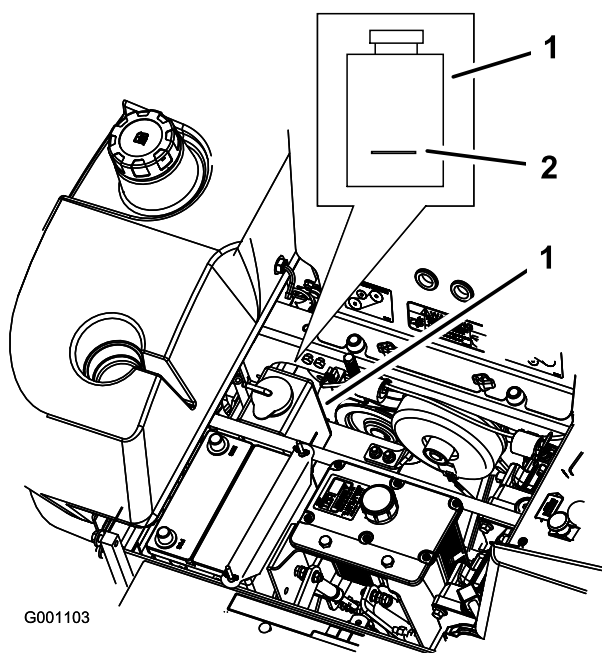

Figura 47
3. A motore freddo, controllate il livello della bottiglia di troppopieno. Il fluido deve raggiungere la protuberanza sulla bottiglia di troppopieno (Figura 47).
4. Se il livello del refrigerante è basso, rabboccate la bottiglia di troppopieno con una miscela di 50% antigelo a lunga durata/Dex-Cool® e 50% acqua (Figura 47).
5. Versate la miscela di refrigerante 50/50 nella bottiglia di troppopieno e riempietela fino alla linea di indicazione riportata sulla bottiglia (Figura 47).